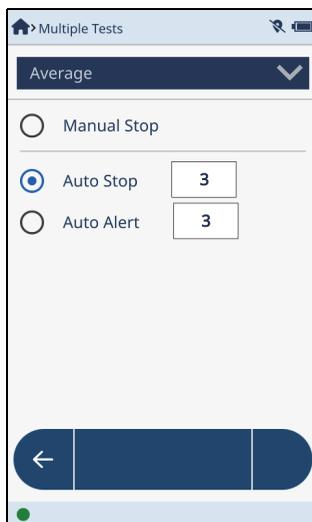

图 2-11 平均对话框
1. 在**Average**（平均）对话框中，点击**Auto Stop**（自动停止）按钮（参见第32页的图 2-11）。
1. 在**Average**（平均）对话框中，点击**Auto Alert**（自动提醒）按钮（参见第32页的图 2-11）。